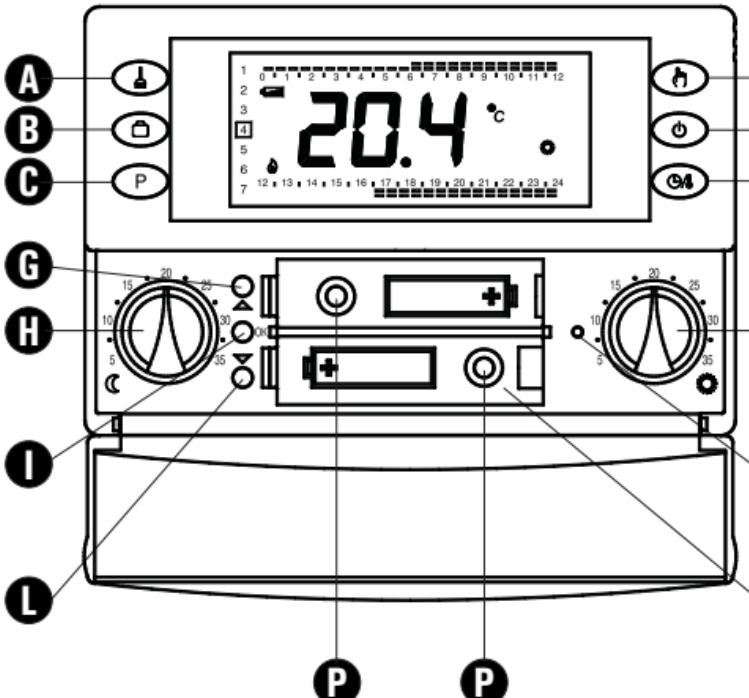

Abb. 4
1. Abra a portinhola de acesso ao compartimento de pilhas (Fig. 4).
4. Realize, se necessário, um reset mediante a tecla indicada em N da Fig. 4; **NÃO USE AGULHAS OU INSTRUMENTOS QUE POSSAM DANIFICAR IRREMEDIABILMENTE O CRONOTERMOSTATO.**
5. Setzen Sie nun die Batterien in die dafür vorgesehenen Öffnungen (**0** in Abb. 4); siehe Kapitel 'BATTERIEN EINSETZEN / WECHSELN'.
Setzen sie die Batterien ein und beachten Sie auf die Polarität (Kapitel 'BATTERIEN EINSETZEN / WECHSELN') führen Sie anschließend einen Neustart des Reglers durch (N in Abb. 4); **BENUTZEN SIE KEINE NADEL UM DIE TASTE FÜR DEN NEUSTART ZU DRÜCKEN - ANSONSTEN BESCHÄDIGEN SIE DEN REGLER IRRREPARABEL.**
'OK': Zur Einstellung der Uhrzeit und dem Wochentag (I in Abb. 4);
'▲': Vorwärts (G in Abb. 4);
'▼': Rückwärts (L in Abb. 4);
Die Komforttemperatur stellen sie mit dem Drehknopf auf der rechten Seite 'M' (M in Abb. 4) und die Absenktemperatur (ECO) mit dem Drehknopf auf der linken Seite 'C' (H in Abb. 4) ein.